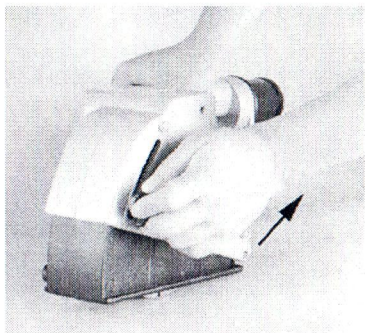

Рис.6
Ослабьте четырехгранный болт, отрегулируйте необходимую глубину, и заверните его (Рис.6)
4. Для фрезеровки и вырезания паза тяните инструмент (см. за направляющей стрелкой на рис.6). Инструмент нужно держать двумя руками.